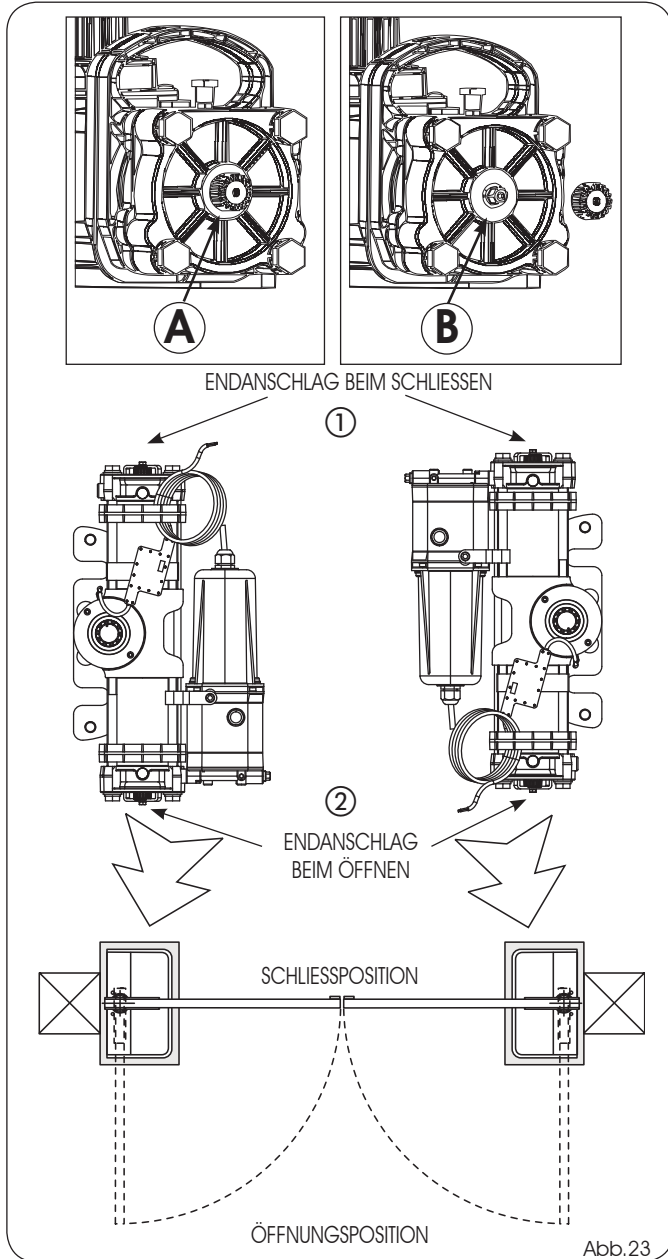

Abb.23
- 3) Die Verschlusskappe (Abb. 23, A-B) der Schraube des Endanschlags beim Öffnen (Abb. 23, ①) abschrauben.
- 4) Die Schraube des Endanschlags beim Öffnen (Abb. 23, ①) so weit LÖSEN, bis der Torflügel beginnt, sich zu bewegen.
- 5) Die Verschlusskappe (Abb. 23, A) der Endanschlagschraube wieder anschrauben.
- 7) Die Verschlusskappe (Abb. 23, A-B) der Schraube des Endanschlags beim Öffnen (Abb. 23, ②) abschrauben.
- 8) Die Schraube des Endanschlags beim Öffnen (Abb. 23, ②) so weit LÖSEN, bis der Torflügel beginnt, sich zu bewegen.